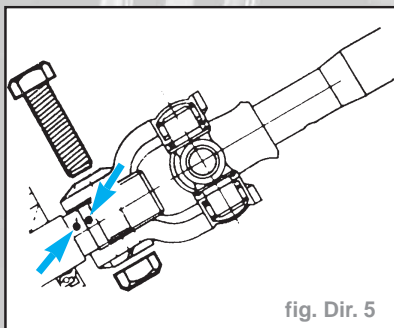

fig. Dir. 5
- Marquer la position de montage (flèche) de l'arbre et de l'accouplement (fig. Dir. 5).
- Reposer la colonne de direction, les repères sur l'accouplement et l'arbre de boîte de direction doivent coïncider (fig. Dir. 5).
- Déposer la vis de serrage de l'accouplement (fig. Dir. 5).